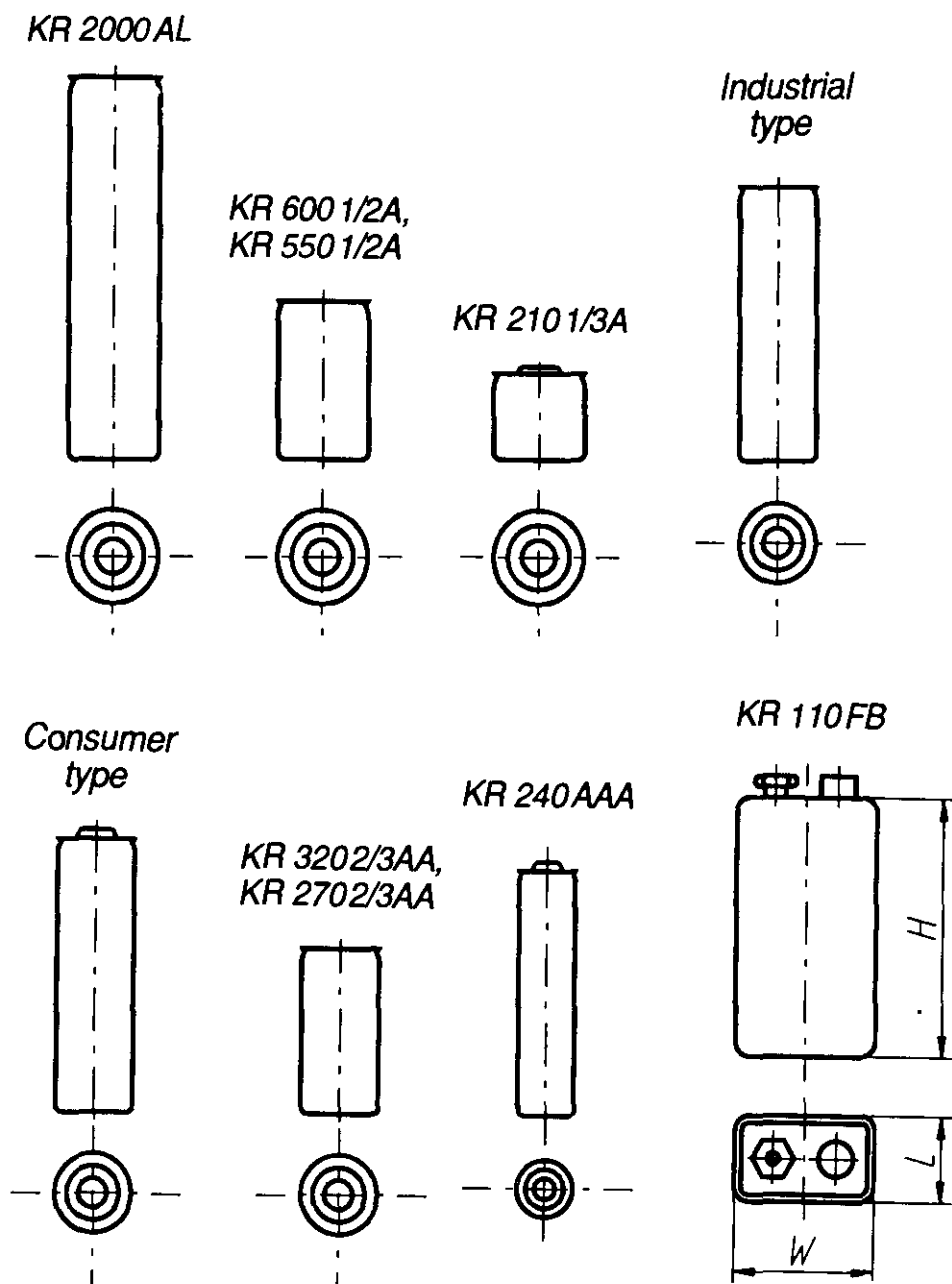

Рис. 12. Силуэты цилиндрических никель-кадмиевых аккумуляторов и 9-вольтовой батареи фирмы Golden Power
*Industrial type* – аккумуляторный элемент, предназначенный для промышленного использования. Его силуэт (рис. 12) характеризуется утопленным до верхнего края корпуса положительным выводом. *Consumer type* – аккумуляторный элемент, предназначенный для бытового использования. На его силуэте четко виден конец положительного вывода, который выступает выше кромки корпуса. На этой же части рисунка слева показаны силуэты удлиненного (AL) и двух укороченных ( $1/2 A$ ,  $1/3 A$ ) типоразмеров А. Рядом с типоразмером С показан уменьшенный типоразмер SC. Буква L – long означает “удлиненный”, а S – sub “ниже” или